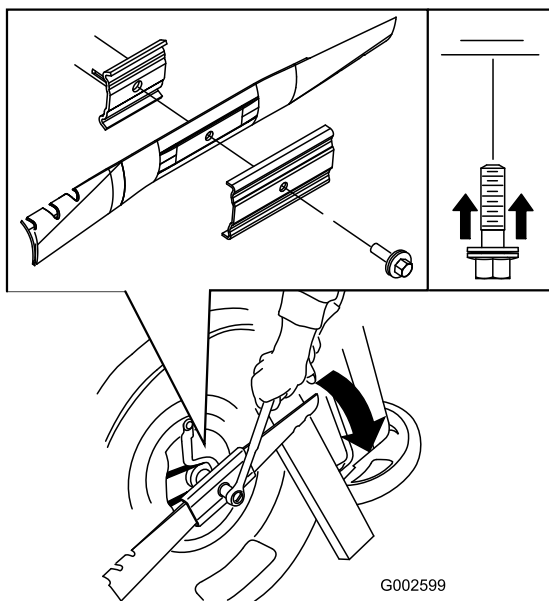

Figura 24
5. Instale la cuchilla nueva (gire el perno de la cuchilla en el sentido de las agujas del reloj) y todos los herrajes de montaje (Figura 24).